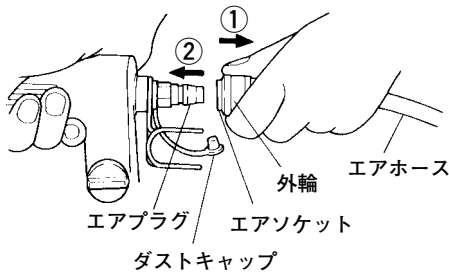

図 9
本機にエアホースを接続する場合はエアプラグからダストキャップをはずし、図9のように、①エアソケットの外輪を引き、②エアソケットをエアプラグにしっかりとさし込んでエアホースを接続します。(手を離すと外輪は戻ります。)